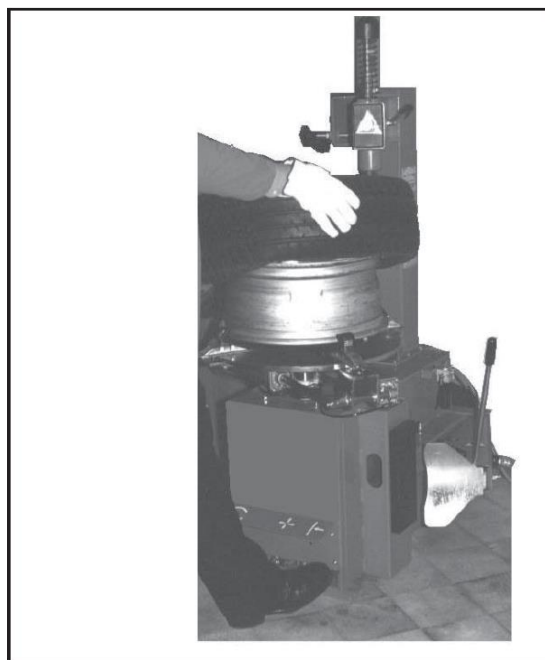

Рис. 19
- 2) Установить монтажную головку напротив края обода (Рис. 19)